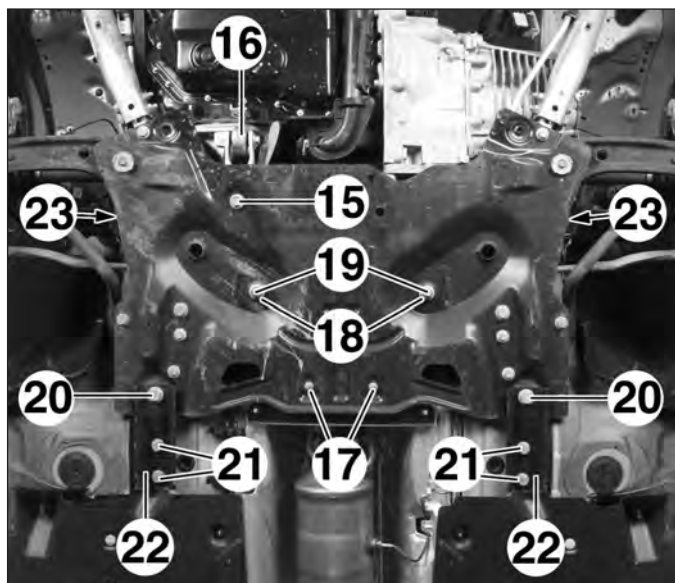

FIG.15
- le boulon (15) du support inférieur (16) (Fig.15),
- les vis (17) du support d'échappement,
- les écrous (18) du boîtier de direction,
- les 2 goujons (19) du boîtier de direction,
- les vis arrière (20) du berceau,
- les vis (21) des chapes arrière (22),
- les chapes arrière (22),